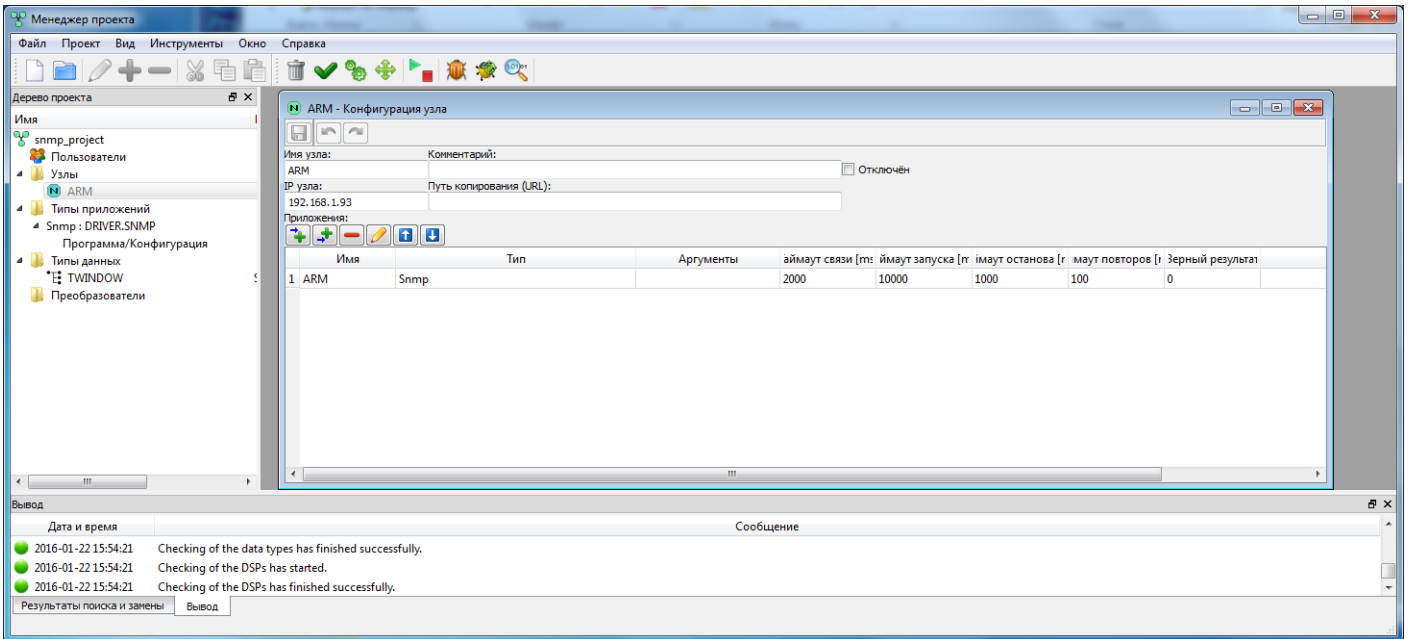

Рисунок 3.274 - Конфигурация узла
3. Создаем узел, на котором будем всё контролировать (см. рис. 3.274)